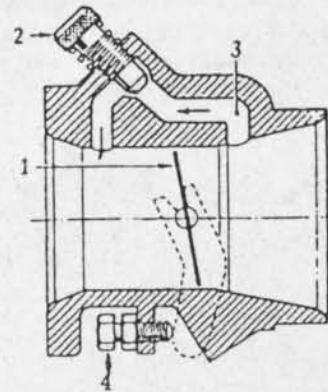

Fig. 3-15.— Velocidad mínima
**Círculo del aire.**— Es la base del sistema L-Jetronic. Se compone de una mariposa cuya al giratoria (Fig. 3-15) regula la cantidad de aire que entra al motor, comandada por el potenciómetro (4), para las velocidades bajas, medias y altas del motor.
El aire para las velocidades menores pasa al sistema por el *by-pass* (6), regulado por el tornillo (7). La velocidad mínima o ralentí se regula por la abertura de la válvula de aguja (2) (Fig. 3-15) y por la abertura mínima de la mariposa de aceleración (1), para que el motor gire en caliente a unas 800 rpm.